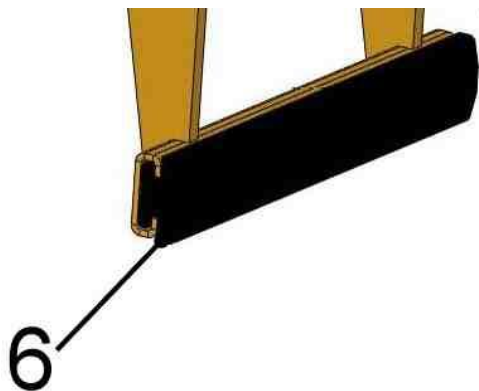
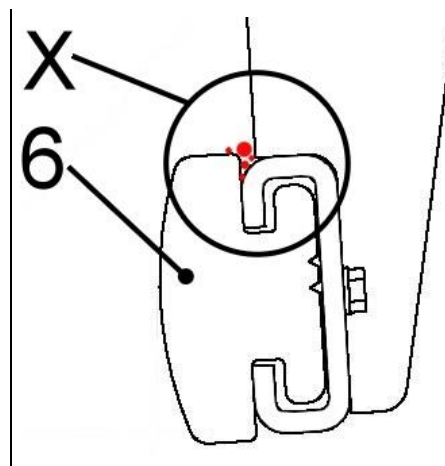

Fig. 1
Fig. 2
Regelmæssig kontrol for **snavs** (f.eks. små stenpartikler) i det øvre område (se punkterne i billedudsnittet „X“ på fig. 2) gummikæberne (6) → se fig. 1 / fig. 2.
**Problem:** Snavs kan beskadige gummikæberne (6) under gribningen i dette område (idet stenpartiklerne presses ind i gummiet).
**Udbedring:** Fjern snavset i dette område på gummikæberne (6). Ved voldsom tilsmudsning afmonteres gummikæberne og rengøres.